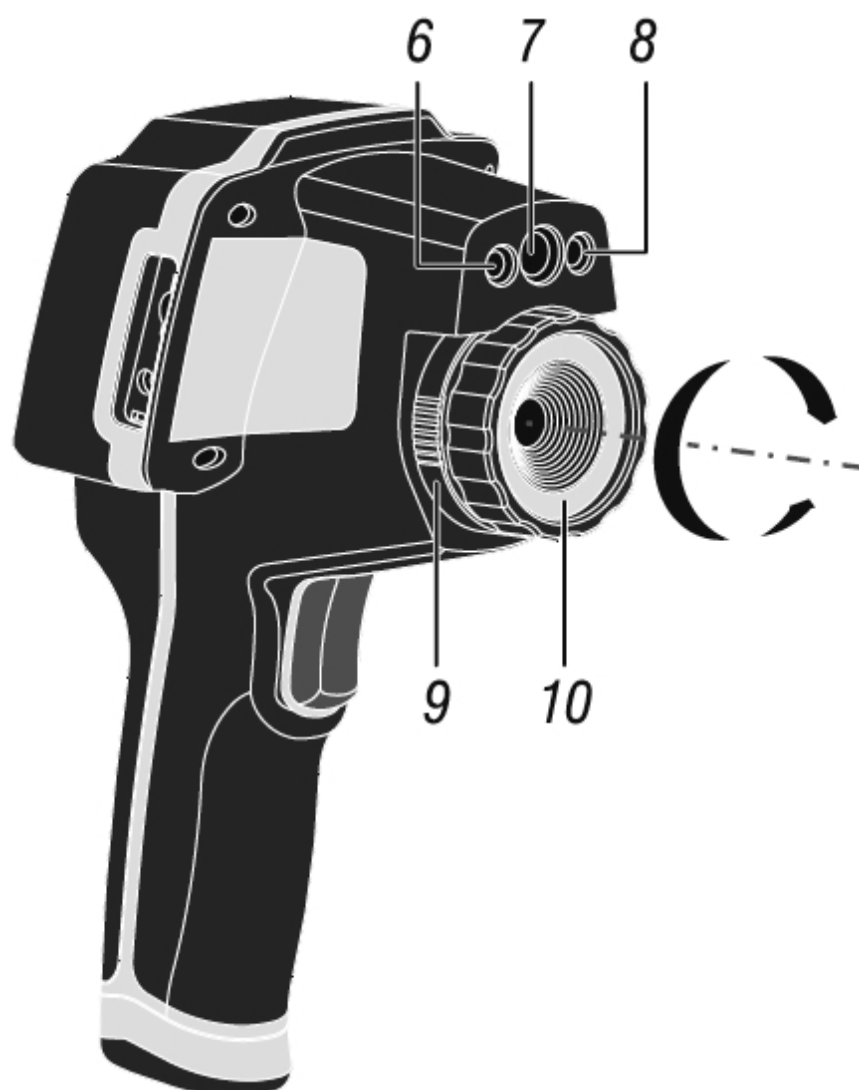

Fig. 2: Descrizione anteriore dello strumento
1. Ruotare la ghiera (vedere Fig. 2 – parte 9) in senso antiorario dalla posizione "" alla posizione ""
4. Ruotare la ghiera (vedere Fig. 2 – parte 9) in senso orario dalla posizione "" alla posizione ""